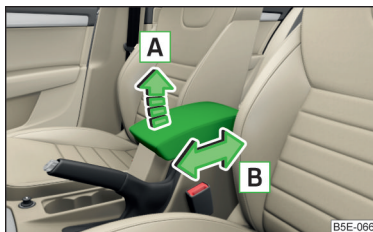

Fig. 67
- Para el **ajuste de altura**, elevar el apoyabrazos en el sentido de la flecha  en una de las posiciones de retención » fig. 67.